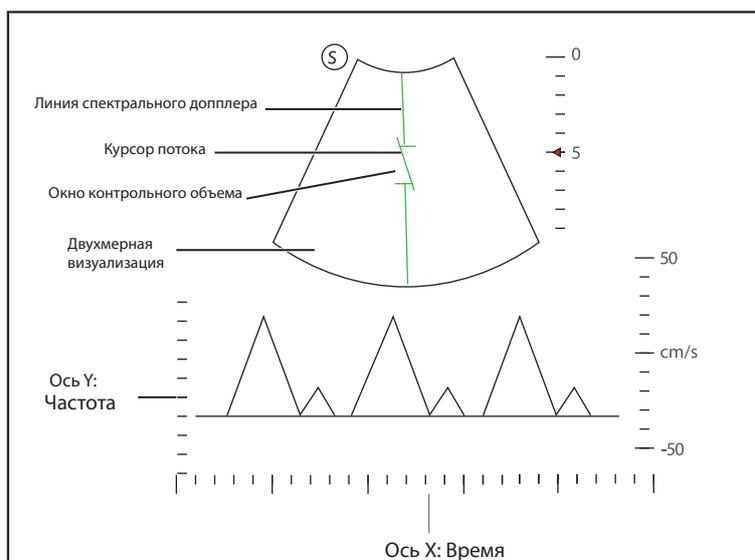

Рисунок 6-17 Экран визуализации в режиме PW
5. Нажмите клавишу **Update** (Обновить) на панели управления для перехода в режим PW. Спектр PW отображается в нижней части экрана после активации, как показано на Рисунок 6-17.